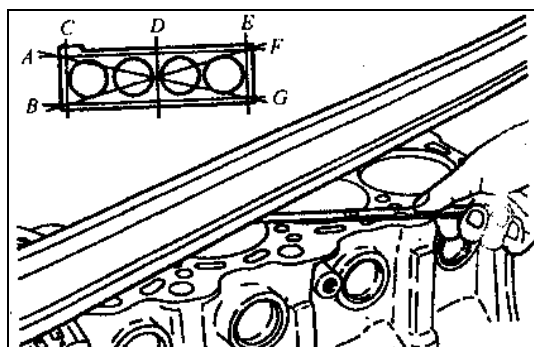

图 5-10
(1) 用肉眼检查裂纹、锈蚀和腐蚀，并用缺陷检查剂检查气缸体。尽可能修补缺陷或更换气缸体。
(2) 顶面上不得有垫片、碎片和其他杂质。用直尺和测隙规检查气缸体顶面的变形（见图 5-10）。